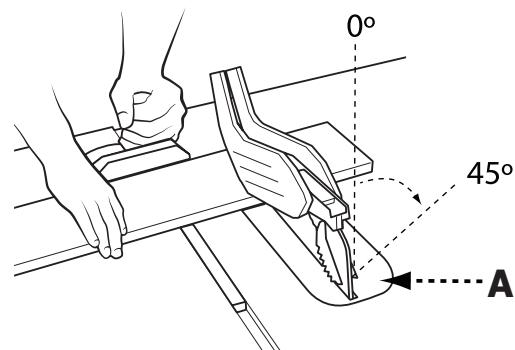

FIGURA 26
El corte transversal biselado es igual al corte transversal excepto que el ángulo de biselado (A) se ajusta a un ángulo distinto a  $0^\circ$ . Cuando realice un corte transversal biselado, coloque la galga de inglete en la ranura de inglete derecha de modo que la hoja se incline lejos de la galga y las manos (FIGURA 26).
El corte transversal en inglete es igual al corte transversal excepto que el ángulo de inglete (B) se ajusta a un ángulo distinto a  $90^\circ$  (FIGURA 26).